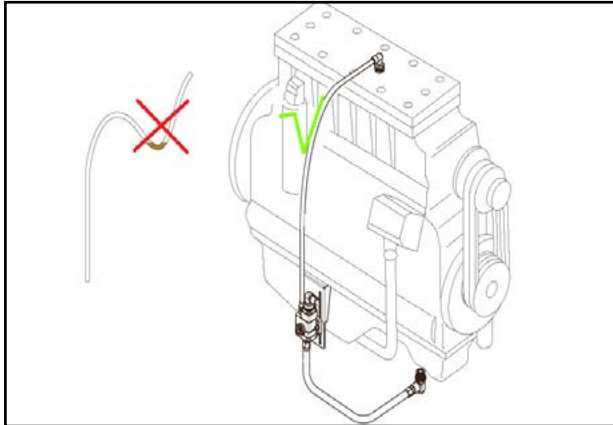

Abbildung4.12 Anschließen der PA-Entlüftungsleitung an den Füllstandsensoren im Kurbelgehäuse
4. Setzen Sie den Ventildeckel wieder ein und schließen Sie die Entlüftungsleitung an (Abbildung 4.12).